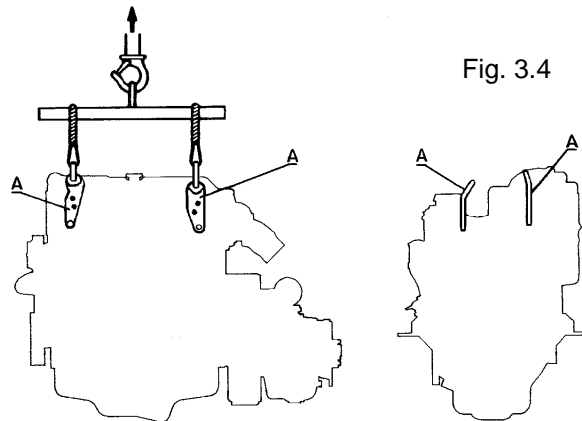

Fig. 3.4
Choose the lifting equipment with reference to heading 3.3. Para transportar el motor desembalado, servirse **EXCLUSIVAMENTE** de los cáncamos (A). Ver la fig. 3.4.